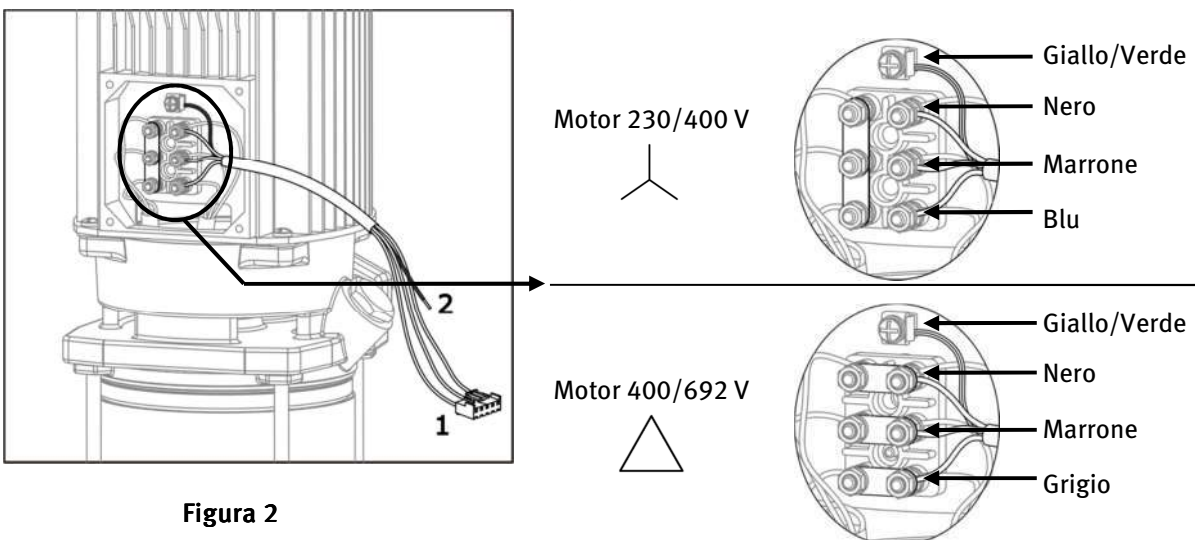

Figura 2
3.2.2) Speedrive con ingresso trifase (figura 2):